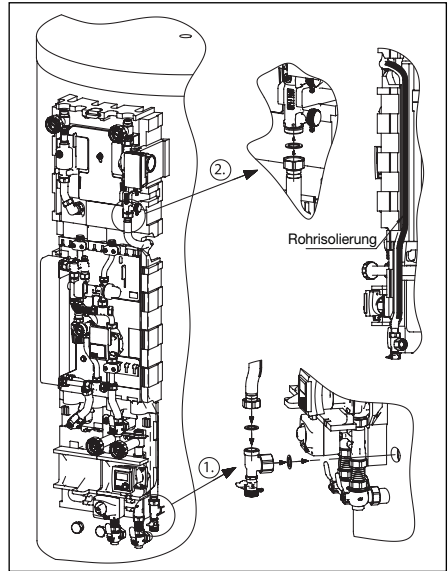

Abb. 20 Montage Metallwellrohr Solarrücklauf
- Den Kugelhahn G1 an den Speicher schrauben (Abb. 20 Punkt 1) und durch das vorgebogene Metallwellrohr G1, gestreckte L = 1150 mm mit dem solaren Rücklauf verbinden (Punkt 2)